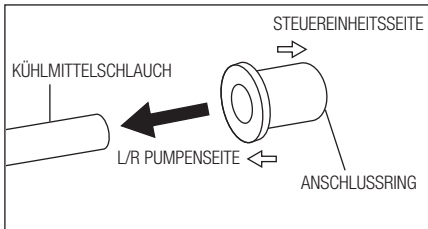

Abb.35
- 6) Bringen Sie den Anschlussring an der neuen Kühlmittelpumpe an. Achten Sie auf die Ausrichtung des Rings (Abb. 35).